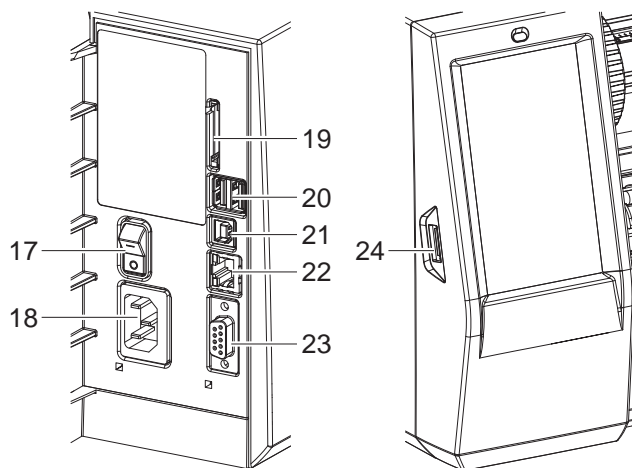

Figure 3 Connexions
Les interfaces disponibles en standard et les connecteurs sont représentés sur la Figure 3.
2. Mettre le câble dans la prise d'alimentation électrique (18/Figure 3).
- ▶ Mettre l'imprimante sous tension grâce à l'interrupteur (17/Figure 3).